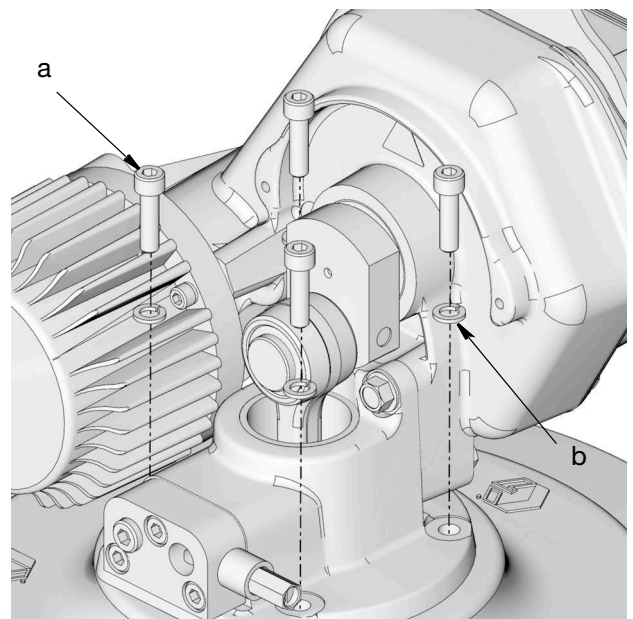

图 20
6. 拆下将泵固定到盖子的螺丝 (a) 和垫圈 (b)，从盖子上拆下泵（图 20）。将泵放在工作台或桌子上，上面用罩布保护。